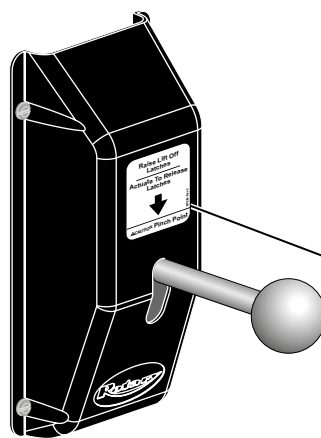

Fig. 44
33. Etichetta per il rilascio del gancio di arresto per ponti di sollevamento della serie M: Fissare l'etichetta per il rilascio del gancio di arresto sopra alla manopola di rilascio del gancio di arresto, fig. 44.